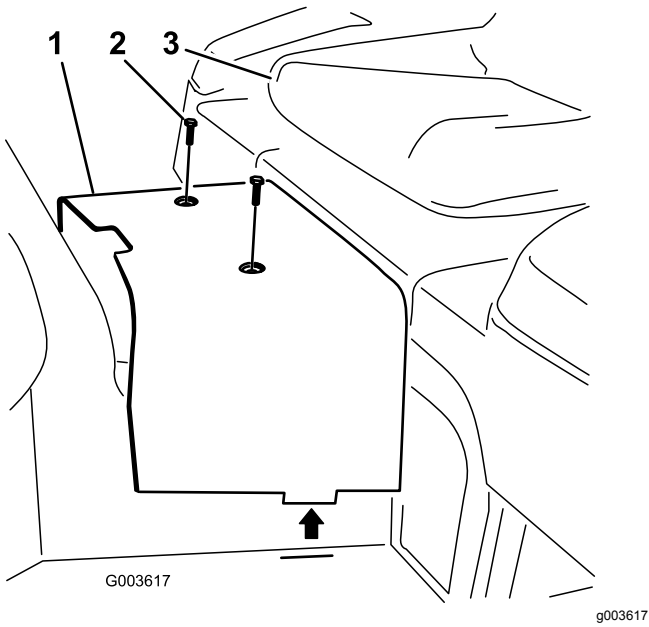

Figura 7
7. Retire los 2 tornillos que sujetan la cubierta central al bastidor (Figura 7). Retire y guarde la cubierta.